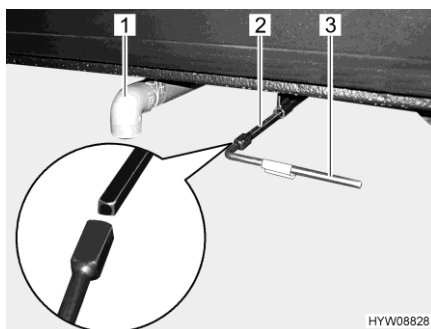

Bild 105 Manöverspak och avloppsrör (avloppstank)
- Placera avloppsröret (Bild 105,1) direkt över hanteringsstationen eller anslut avloppsslangen (tilläggsutrustning) till avloppsröret (Bild 105,1).
- Öppna avtappningskranen. Placera därefter den medföljande fyrkantsnyckeln (Bild 105,3) på avtappningsventilen (Bild 105,2).
- Vrid fyrkantsnyckeln (Bild 105,3) ett kvarts varv moturs. Avloppsvattnet tappas ur.
- När avloppsvattnet har tömts ut helt: Stäng avtappningsventilen igen. Vrid därefter fyrkantsnyckeln (Bild 105,3) ett kvarts varv medurs.
- Avlägsna fyrkantsnyckeln (Bild 105,3) och lägg undan den.